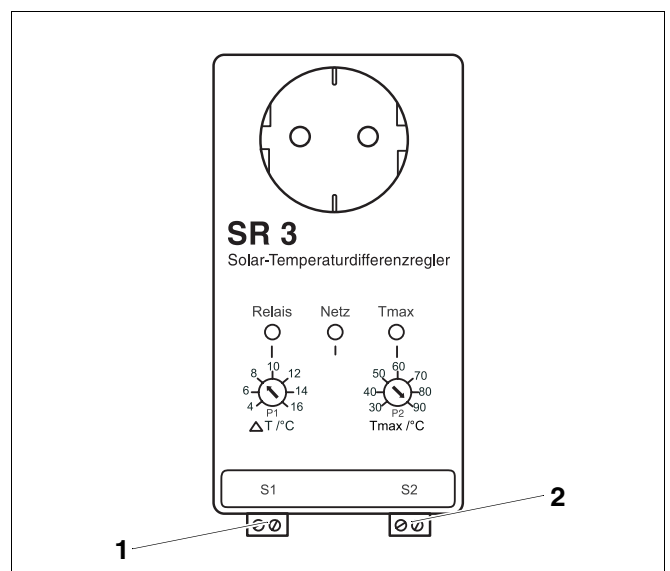

Abb. 3 Steckdosenregler SR 3
- Schließen Sie die Leitung des Kollektorfühlers FKS an der Anschlussklemme S1 (Abb. 3, **Pos. 1**) des Steckdosenreglers SR 3 an.
- Schließen Sie die Leitung des Speicherfühlers FRS an der Anschlussklemme S2 (Abb. 3, **Pos. 2**) des Steckdosenreglers SR 3 an.